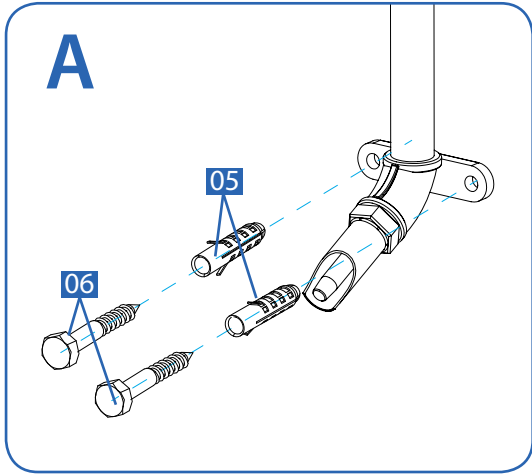

Fig.04. Instalación del bebedero en la pared.
A.- Si la pared es de hormigón o ladrillos, una vez realizados los agujeros, se debe meter un taco de plástico para pared **05** en cada uno y a continuación un tornillo M8x60 DIN 571 **06** (fig.04).